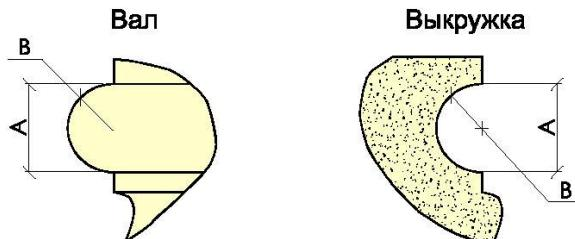

Рис. 3. Выкружки и валы.
7. При проектировании валов и выкружек в изделиях необходимо, чтобы выполнялось равенство:  $2 \times B = 1,1 \times A$ . См. рис. 3. Выкружки и валы.